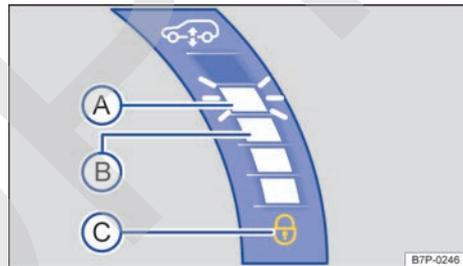
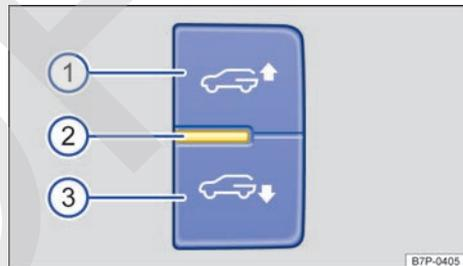

Fig. 168 Detalle del cuadro de instrumentos: ejemplo de la indicación por barras.
Fig. 171 En el lado derecho del maletero: teclas del modo de carga.
Cuanto más alto sea el nivel del vehículo más barras se encenderán en el cuadro de instrumentos → fig. 168. ▶
Si el encendido está conectado aparece una representación simbólica en la pantalla del cuadro de instrumentos, debajo de las barras → fig. 168, y se oye una señal acústica. La indicación *parpadea* mientras se pulsa la tecla → fig. 171 ① o ③ y baja o sube la parte trasera del vehículo.
- Cuando el testigo de control → fig. 171 ② está apagado, el modo de carga no está activo o hay una avería en el sistema.